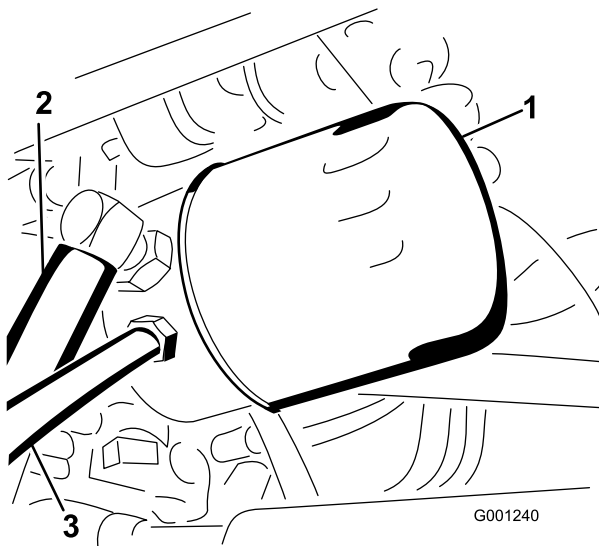

Bild 71
4. Reinigen Sie den Bereich um den Hydraulikölfilter und nehmen Sie den Filter ab (Bild 71).